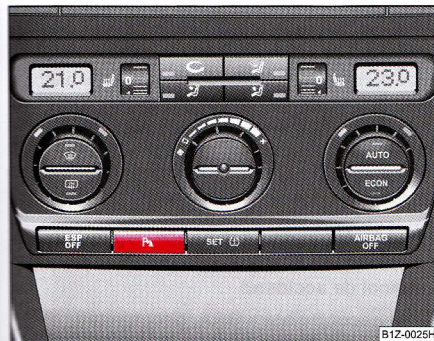

Fig. 133 Activarea sistemului de asistare la parcare
Sistemul de asistare la parcare se activează, când contactul motor este pus, la selectarea **treptei de marșarier** sau la apăsarea tastei ⇒ fig. 133 - în tastă se aprinde simbolul P. Activarea va fi confirmată prin emiterea unui ton scurt.
Sistemul de asistare la parcare se dezactivează prin apăsarea tastei P ⇒ fig. 133 sau la viteze peste 15 km/h - simbolul P din tastă se stinge.
- Dacă după activarea sistemului se emite cca. 3 secunde un semnal sonor, iar în jurul autovehiculului nu se găsește nici un obstacol, înseamnă că există o defecțiune în sistem. Defecțiunea este semnalizată și prin clipirea simbolului **P** din tasta ⇒ **pagina 145, fig. 133**. Defectul trebuie remediat de către o unitate autorizată.